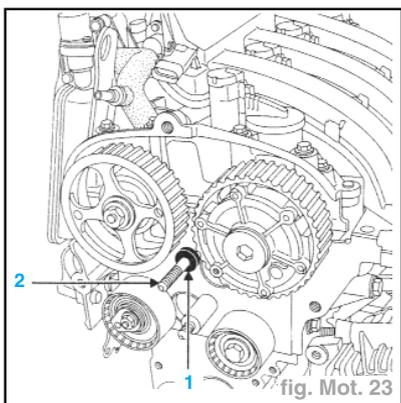

fig. Mot. 23
- l'entretoise (1) du **Mot. 1509-01** sur le goujon (2) (fig. Mot. 23).